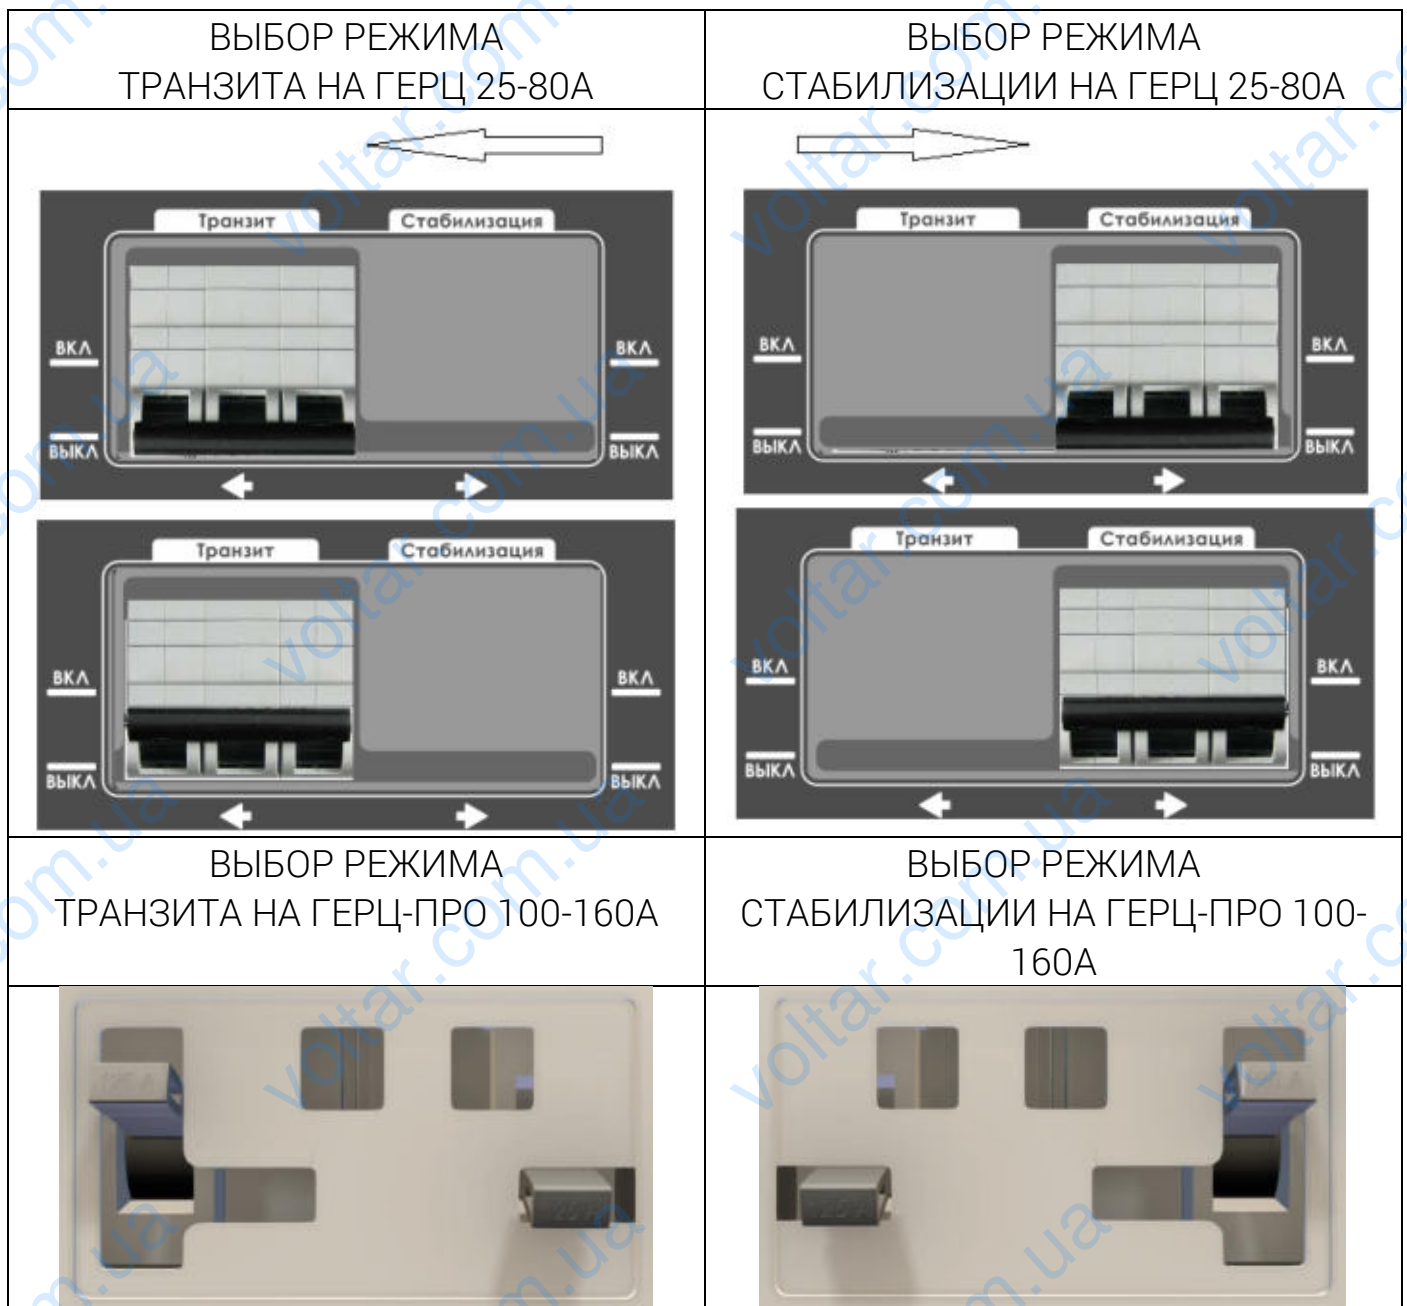

Рисунок 13. Порядок переключения между режимами работы стабилизатора
6. Для запуска стабилизатора в нужном режиме работы (**стабилизация или транзит**), следует на лицевой панели стабилизатора выбрать и включить соответствующий автоматический выключатель (рис.13). Для недопущения одновременного включения двух автоматических выключателей предусмотрена специальная защитная шторка, которая позволяет включить только один. Выбор между режимами осуществляется передвижением шторки влево или вправо при выключенном положении автоматического выключателя (положение тумблера вниз):